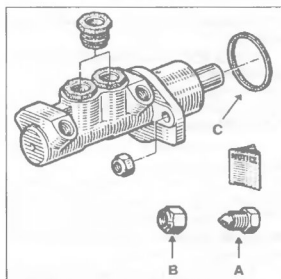

Рис. 8.8:
**Примечание:** на данных автомобилях главный тормозной цилиндр объединен с вакуумным усилителем. Герметичность вакуумного усилителя напрямую связана с герметичностью главного тормозного цилиндра. При выполнении любых работ должно устанавливаться новое уплотнительное кольцо **С** (рис. 8.8).